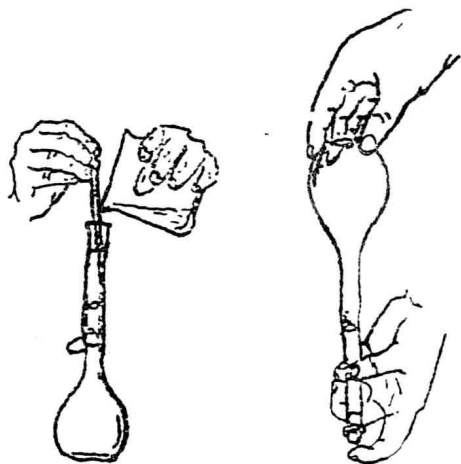

图 1-6 容量瓶的使用
2. 操作方法:如果用固体物质配制标准溶液,先将准确称取的固体物质于小烧杯中溶解后,再将溶液定量转移到预先洗净的容量瓶中,转移溶液的方法如图 1-6 所示,一手拿着玻璃棒,并将它伸入容量瓶中;一手拿烧杯让烧杯咀贴紧玻璃棒慢慢倾斜烧杯,使溶液沿着玻璃棒流下。倾完溶液后,将烧杯沿着玻璃棒轻轻上提,同时,将烧杯直立,使附在玻璃棒和烧杯咀之间的溶液回到烧杯中。再用洗瓶以少量蒸馏水冲洗烧杯 3-4 次,洗出液全部转入容量瓶中(叫做溶液的定量转移)。然后用蒸馏水稀释至容积 $2/3$ 处时,振摇容量瓶使溶液混和,但此时切勿倒转容量瓶。最后,继续加水稀释,当接近标线时,应以
滴管逐滴加水至弯月面恰好与标线相切。盖上瓶塞,以手指压住瓶盖,另一手指尖托住瓶底缘,将瓶倒转并摇动,再倒转过来,使气泡上升到顶,如此反复多次,使溶液充分混合均匀,如图 1-6 所示。